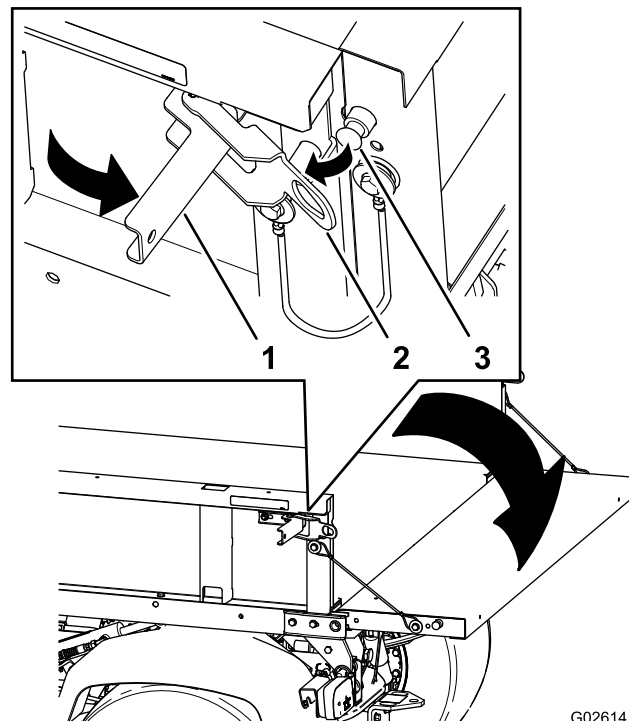

Bild 13
2. Öffnen Sie die Riegel an der rechten und linken Seite der Staubox (Bild 13) und senken Sie die Heckklappe ab.